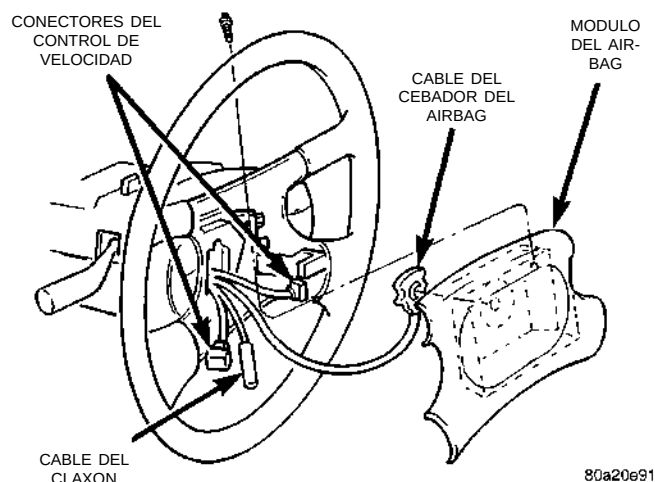

Fig. 22 Módulo del Airbag del conductor
(1) Desconecte y aisle el cable negativo de la batería
(2) Retire los conmutadores del control de velocidad o las cubiertas del inducido del volante de dirección y desconecte los cables.
(3) Retire los dos pernos de fijación del módulo del Airbag del conductor de los lados del volante de dirección (Fig. 22).
(4) Eleve el módulo y desconecte el cable del claxon y el conector del cable del cebo eléctrico del Airbag.
(5) Retire el módulo del Airbag del conductor.
(6) Cuando se reemplaza un módulo de Airbag del conductor, también debe reemplazarse el muelle de reloj. Para informarse del procedimiento correcto, consulte Desmontaje e instalación del muelle de reloj.